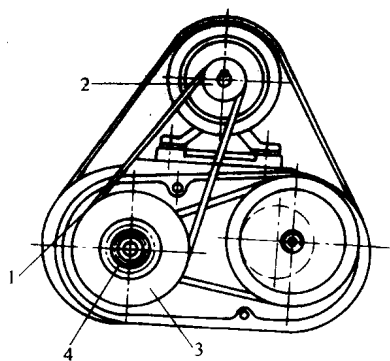
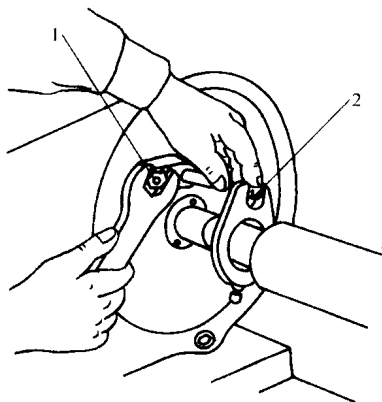

图2-3 调整转速与锁紧主轴
图 2-4 调整拨盘
(2) 调整转速 如图2-3所示,拆卸罩壳后,更换传动带1在三级塔形带轮2、3中的位置,即可获得三级转速。
(3) 锁紧主轴 用两顶尖装夹工件时,主轴必须固定不动,为此可拧紧螺钉4(见图2-3)。
(4) 顶尖的装拆 安装时,应擦净主轴锥孔和顶尖表面,然后用力将顶尖推入主轴锥孔中即可。拆卸时,一手握住顶尖,一手将铁棒插入主轴后端孔中,用力冲击顶尖尾部即可卸下。
(5) 调整拨盘 如图2-4所示,放松螺钉1,即可调整拨杆2的圆周位置,调整完毕应锁紧螺钉1。